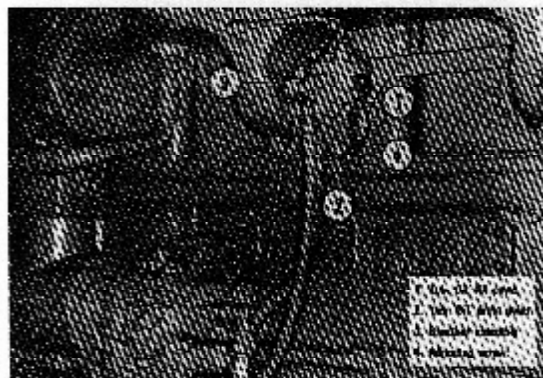

Рис. 2-64 (N10503). Анероид
1. Снимите крышку маслонаполнителя (1, Рис. 2-64), обозначенную “Lub oil”.
Снимите и замените сапун анероида (3, Рис. 2-64).